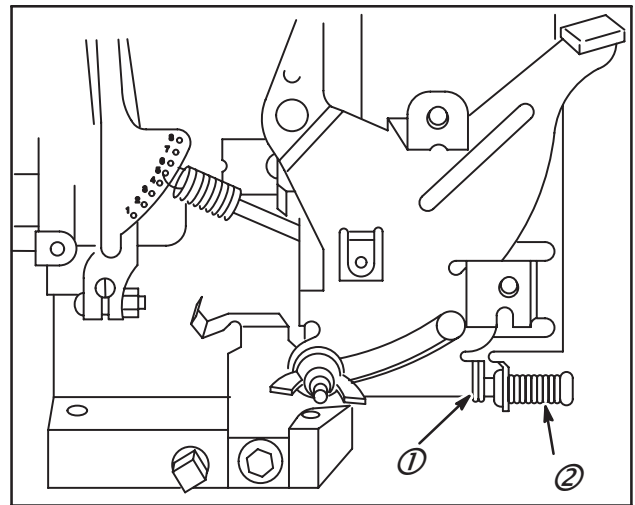

Fig. 22
3. Si la languette du levier (1) touche la tête de la vis de réglage RÉGIME MAXIMUM À VIDE (2), desserrer la vis jusqu'à ce qu'elle ne soit plus en contact, le levier en position maximum, Fig. 22.